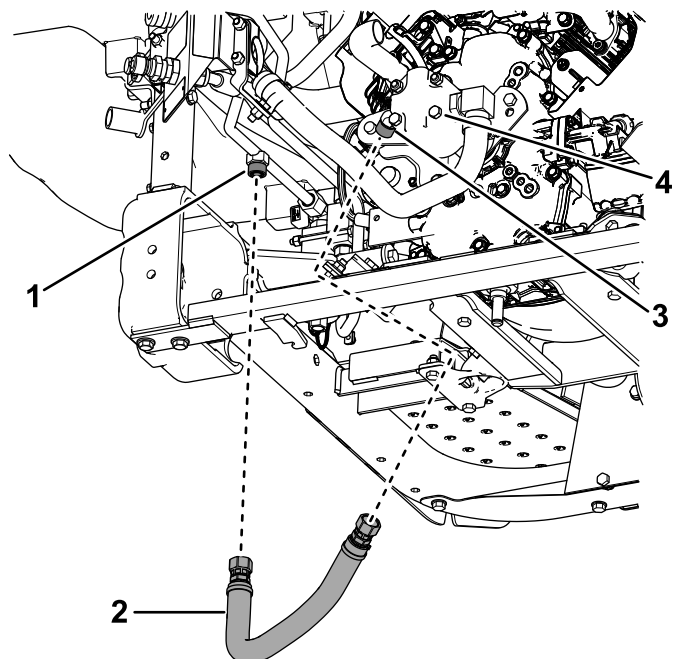
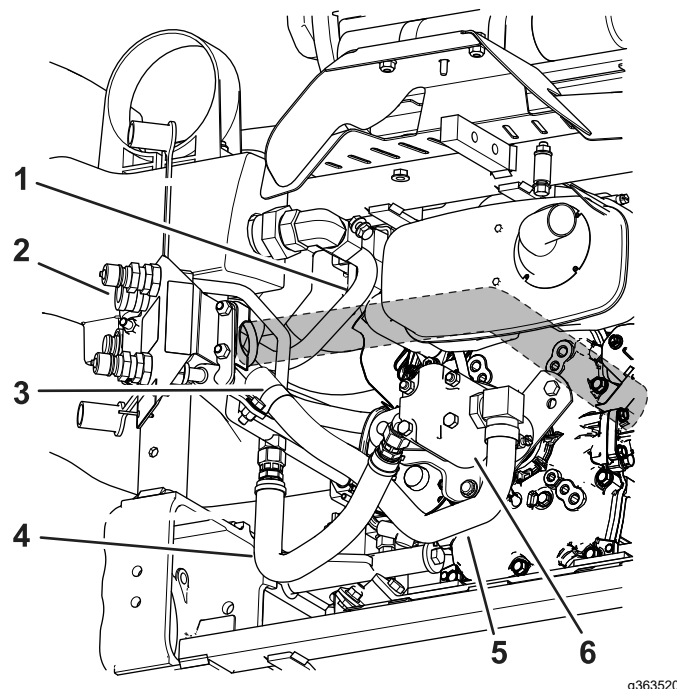

Figura 29
Figura 30
6. Instalați o clemă R pe furtunul hidraulic mare, aa cum se arată în Figura 27 i Figura 30.
9. Instalezi furtunul hidraulic cu fittinguri la cotul de 45 de grade ataat la pompa hidraulică (Figura 29 i Figura 30).
10. Consultai Figura 30 pentru locaiile corecte ale furtunurilor i conductelor hidraulice către pompa hidraulică.